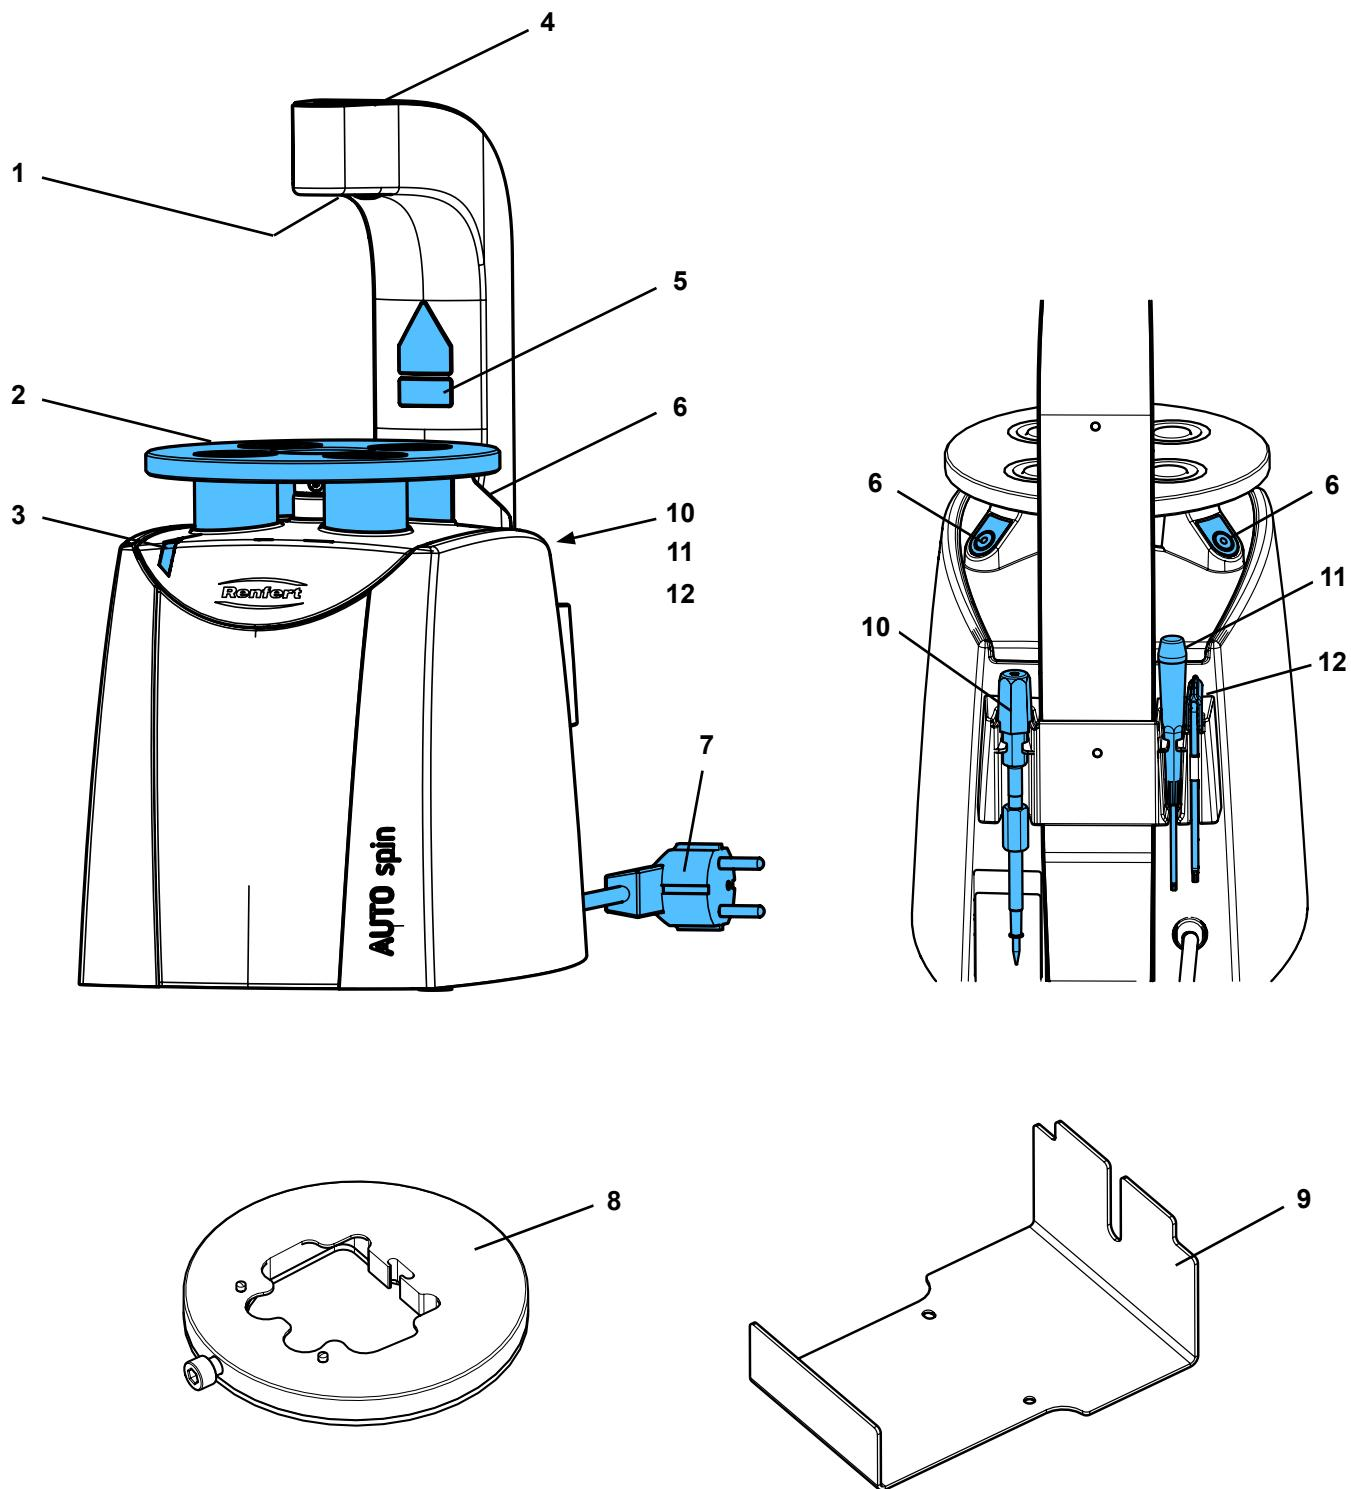

Fig. 1
Für Hinweise auf Bedienelemente siehe Fig. 1 auf Seite 2 dieses Dokuments.
- i** For information on operating elements, see Fig. 1 on page 2 of this document.
i Pour les renseignements sur les éléments de commande, voir Fig. 1 à la page 2 de ce document.
Per informazioni sugli elementi di comando, vedere Fig. 1 a pagina 2 del presente documento.
i Para mayor información sobre los elementos de mando, véase Fig. 1 de la página 2 de este documento.
Para informações sobre os elementos de comando ver Fig. 1 na página 2 desse documento.
Информация об элементах управления, см. рис. 1 на странице 2 данного документа.
i Aby uzyskać wskazówki dotyczące elementów obsługi patrz Rys. 1 na stronie 2 niniejszego dokumentu.